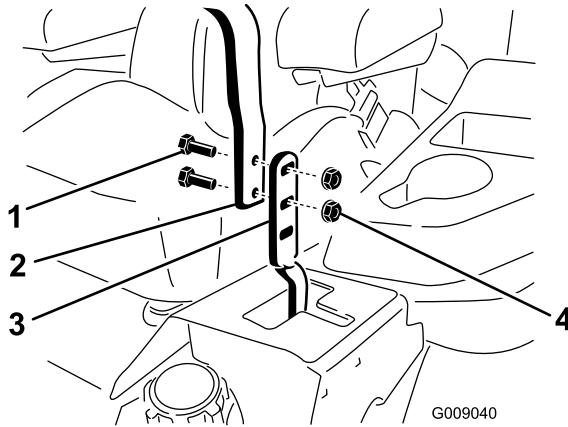

Figura 64
- Afloje los pernos y las tuercas con arandela prensada de las palancas (Figura 64).